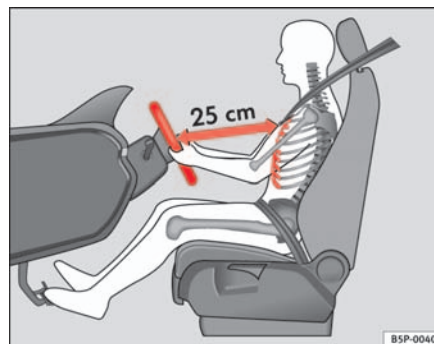

Fig. 92 Posición correcta del conductor
- Ajuste el volante hasta alcanzar la posición deseada ⇒ fig. 92.
- Ajuste el asiento del conductor o el volante de modo que quede una distancia mínima de 25 cm entre el volante y el tórax → página 132, fig. 92. ¡Si no respeta la distancia mínima, el airbag no le protegerá adecuadamente y corre peligro de muerte!